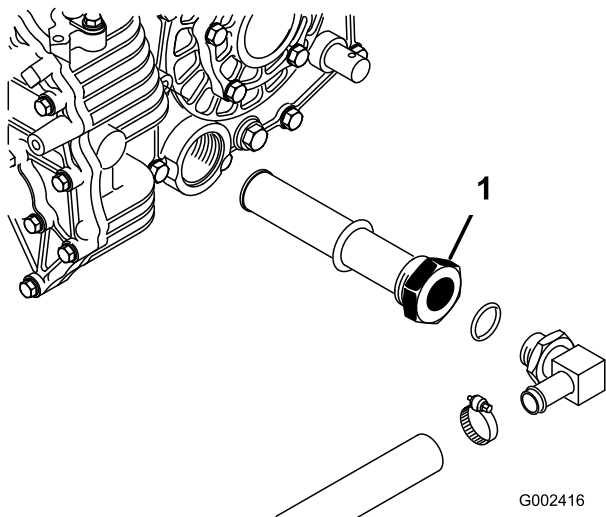

Figura 68
5. Repare na posição do tubo hidráulico e no conector de 90° ligado ao filtro de rede do lado do reservatório (Figura 68).